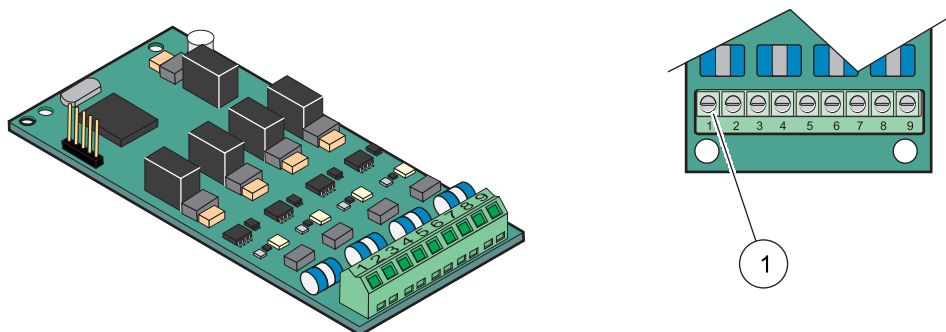

Bild 23 Ausgangskarten (YB019)-Kabelanschlüsse
4. Führen Sie das Kabel durch den Modulboden und legen Sie jeden Draht ordentlich auf die Klemme entsprechend Bild 23 und Tabelle 6. Nach jeder Anklammerung leicht ziehen, um sicherzustellen, dass der Anschluss sicher ist.